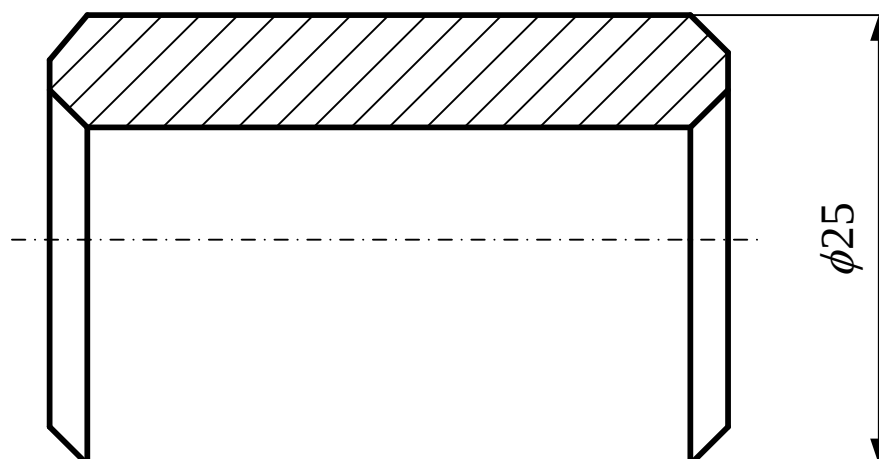

Рисунок 6 – Деталь втулка
1. На основании выданных преподавателем объекта (втулка, рисунок 6) и средств измерений заполнить необходимые столбцы таблицы 1.